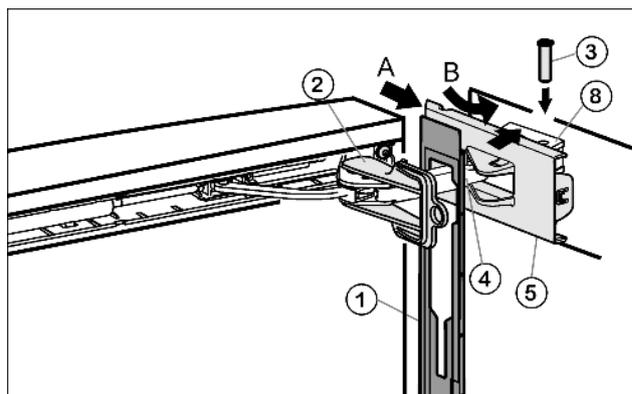

Fig. 18
- ▶ Attaccare il pannello Fig. 18 (1) sulla staffa dell'ammortizzatore Fig. 18 (4), in modo che i ganci di fermo siano rivolti verso l'interno e il lato anteriore verso l'apparecchio.
- ▶ Spingere la copertura Fig. 18 (5) dall'esterno (A) e girarla sull'elemento di supporto Fig. 18 (8) (B).
- ▶ Applicare la copertura Fig. 18 (5) e farla innestare fino al primo arresto.
- ▶ Tirare la staffa dell'ammortizzatore Fig. 18 (4) verso l'elemento di supporto e inserire il perno Fig. 18 (3) dall'alto, in modo che il quadrato alloggi nell'incavo.
- ▶ Ora lasciare innestare in posizione la copertura Fig. 18 (5) completamente sull'elemento di supporto Fig. 18 (8).
- ▶ Togliere la protezione Fig. 18 (2) torcendo.
- ▶ Inserire il pannello Fig. 18 (1) nella porta.